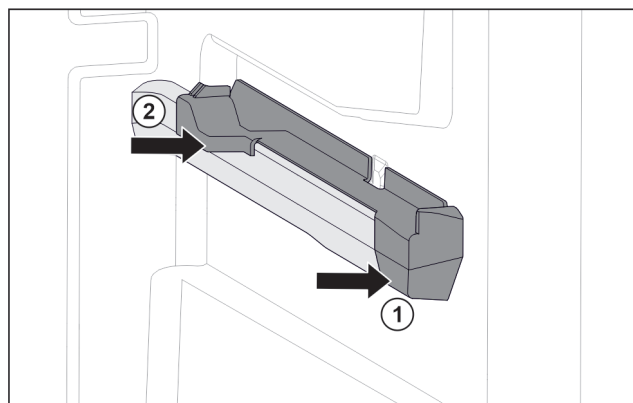

Fig. 32 Вставная часть на правом контейнерном ребре
- ▶ Наденьте вставную часть спереди на контейнерное ребро. Fig. 32 (1)
- ▶ Нажмите на вставную часть сзади. Fig. 32 (2)